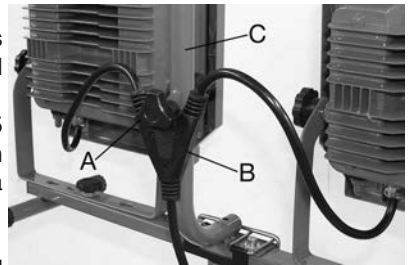

FIGURE 5
3. Utilisez le long bouton de verrouillage (A) Fig.5 pour attacher le connecteur du câble d'alimentation (B) à la poignée de transport (C) comme le montre la Fig.5.